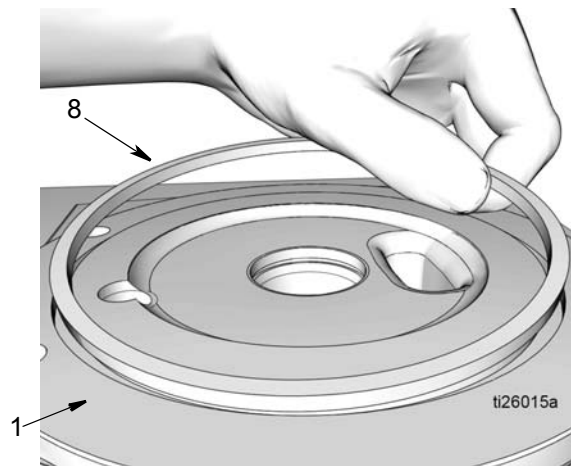

FIG. 46
7. Aplique una capa fina de grasa en la junta tórica cuadrada (8). Instale una la junta tórica cuadrada (8) en la ranura de la base de la bomba (1) como se observa en FIG. 46.